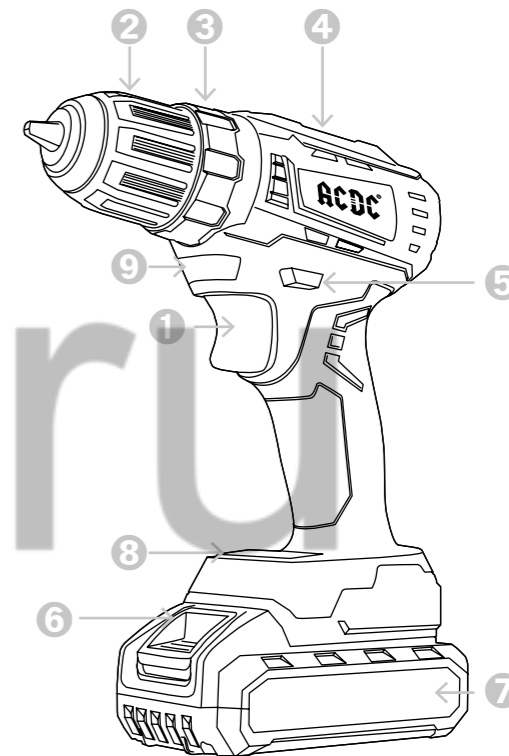
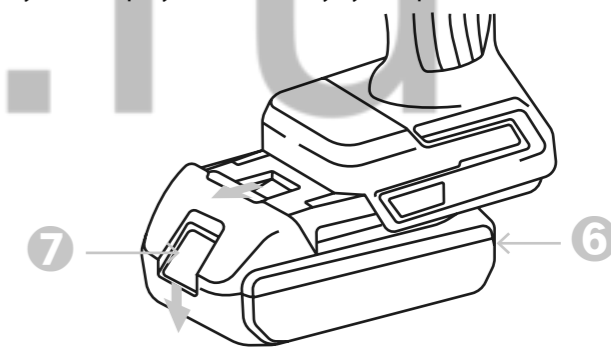

Рисунок 1.1. Устройство инструмента
Рисунок 2.1.1. Установка и снятие аккумуляторного блока
ВНИМАНИЕ! Перед установкой аккумуляторного блока в инструмент обязательно убедитесь, что его триггерный выключатель «1» (рисунок 1.1) нормально работает и возвращается в положение (ВЫКЛ.) при отпускании. Для снятия аккумуляторного блока «7» нажмите кнопку «6» (рисунок 2.1.1.) извлеките блок. Для установки аккумуляторного блока совместите паз блока с выступом в корпусе и задвиньте его до упора так, чтобы он зафиксировался.
Включайте инструмент только тогда, когда собираетесь работать с ним. Для включения электроинструмента нажмите триггерный выключатель «1» (рисунок 1.1.) и держите его нажатым. Для выключения электроинструмента отпустите триггерный выключатель «1». Отделяйте аккумуляторный блок от инструмента всегда по окончании работы. Перед установкой аккумуляторного блока в инструмент обязательно убедитесь, что его триггерный выключатель «1» нормально работает и возвращается в положение (ВЫКЛ.) при отпуске.
- 1 Переведите переключатель скорости «4» (рисунок 1.1.) на отметку 1.
1. Переведите переключатель скорости «4» (рисунок 1.1.) на отметку 2.
2. Отрегулируйте кольцо выбора режима «3» (рисунок 1.1.) на отметку «сверление». Чрезмерное нажатие на инструмент не ускорит сверление, а только повредит наконечник сверла, снизит производительность инструмента и сократит срок его службы. Чтобы извлечь застрявшее сверло переведите переключатель направления на обратное вращение. Удерживайте крепко инструмент, чтобы избежать его внезапного обратного поворота.